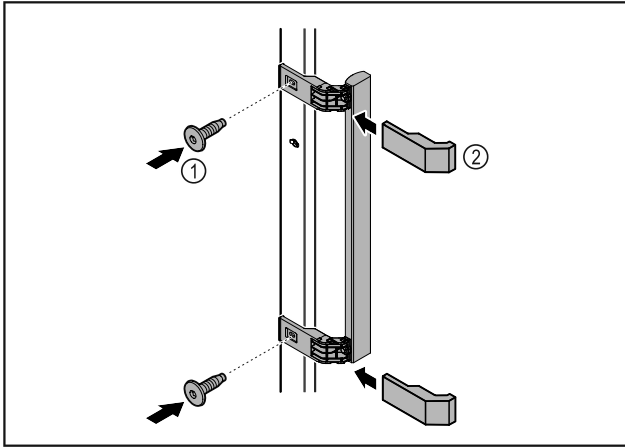

Fig. 9
- Kiinnitä oheispakkauksessa oleva kahva mukana olevilla ruuveilla Fig. 9 (1) oveen.
- Aseta suoja Fig. 9 (2) paikalleen.